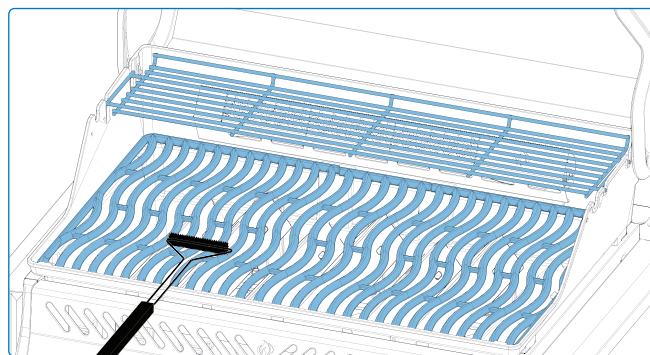

Рис. 8
- Очищайте решетки из нержавеющей стали, предварительно разогрев гриль и используя металлическую щетку для удаления остатков (рис. 8).